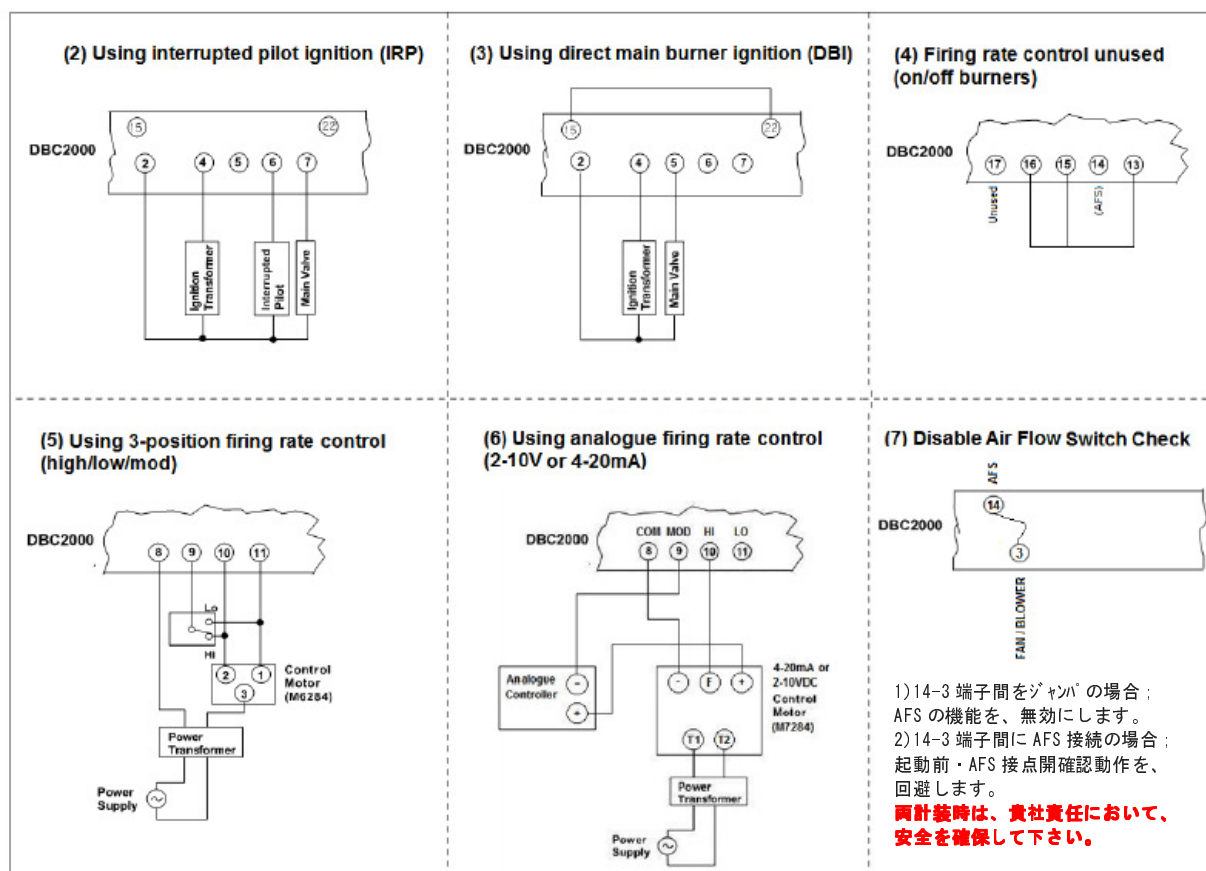

図 3-3.外部機器との配線例 2
4. **ダイレクト着火**のときは、15 番端子と 22 番端子をジャンパーしてください。そしてメインバルブを 5 番端子に接続してください。図 3-3(3)を参照下さい。
DBI モードを可能にするために、電源をベースの端子 22 に印加してください。実際には、**端子 15 と 22 の間をジャンパー**することを意味します。図 3-3(3)参照下さい。